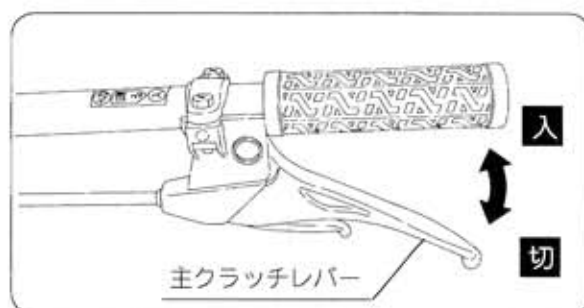

図12
- 2 主クラッチレバーをゆっくり握りますとクラッチが入ります。(図12)